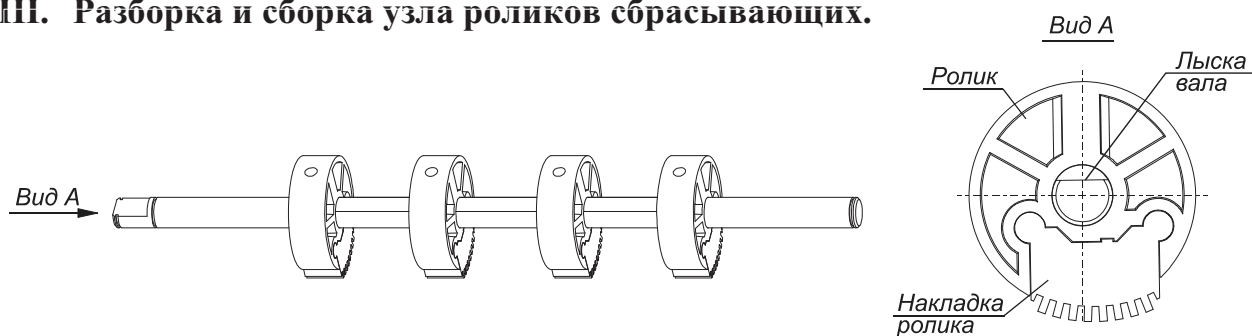

Рис. 45. Общий вид узла роликов сбрасывающих.
3. Установите четыре ролика на вале согласно вида А (рис. 45).